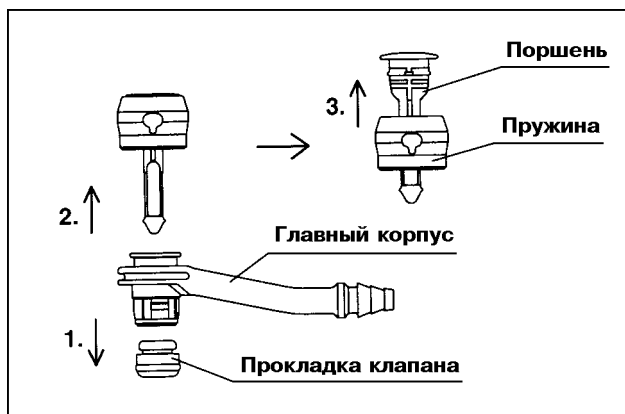

Рис. 7.12.
1. Извлеките прокладку клапана из главного корпуса клапана (см. рис. 7.12).
2. Извлеките поршень и пружину из главного корпуса клапана (см. рис. 7.12).
3. Извлеките поршень из пружины (см. рис. 7.12).